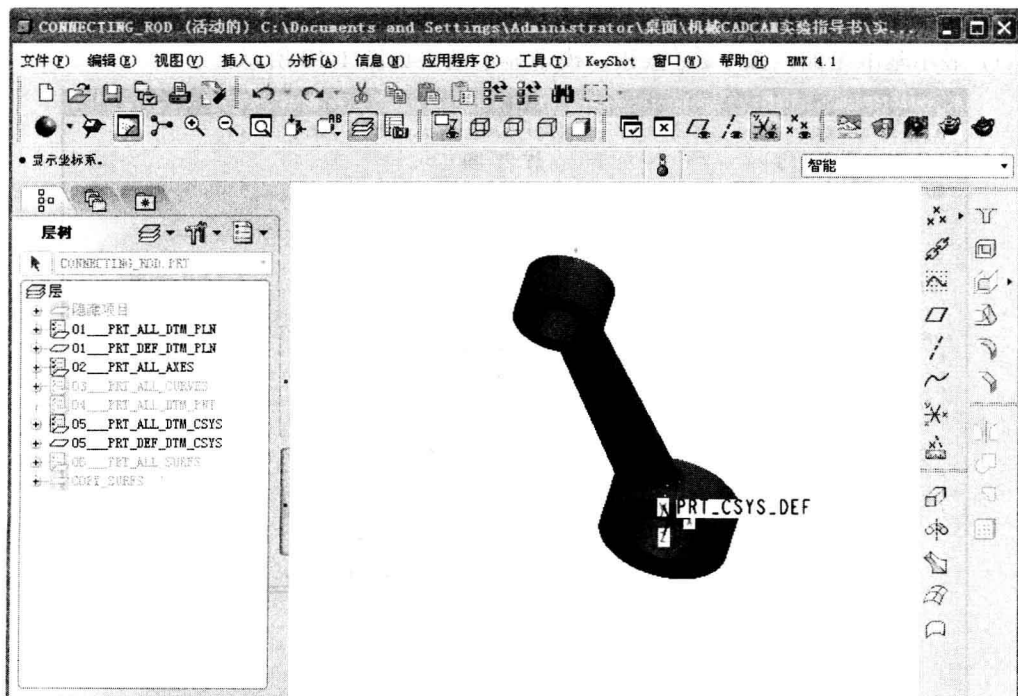

图 1-12 显示基准坐标系
(3) 显示基准坐标系：按下  按钮，模型显示效果如图 1-12 所示。